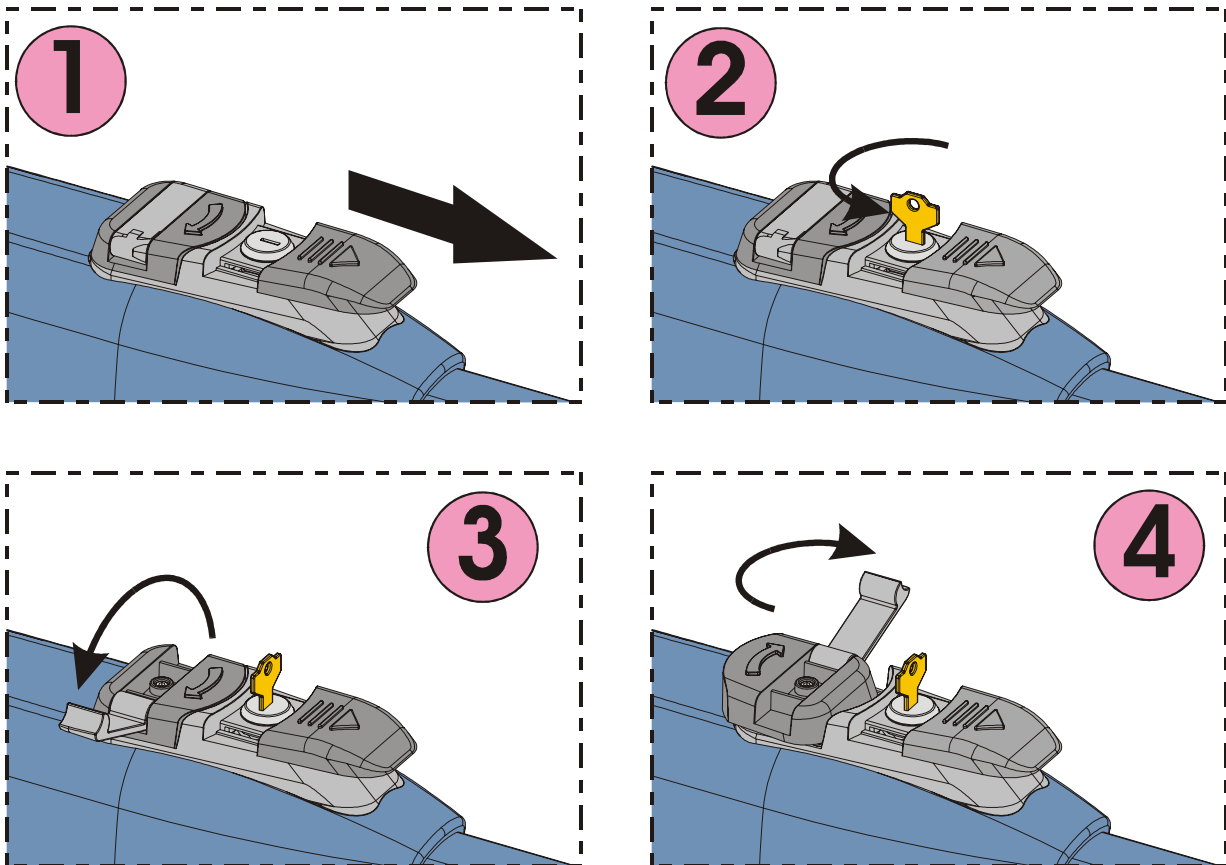

Fig. 22
- 2) Deslice el capuchón de protección, Fig.22/1.
- 3) Introduzca la llave y gírela 90°, Fig.22/2.
- 4) Levante la palanca de maniobra, Fig.22/3.
- 5) Para desbloquear el operador, gire 180° la palanca de manivela en la dirección indicada por la flecha presente en el sistema de desbloqueo, Fig.22/4.